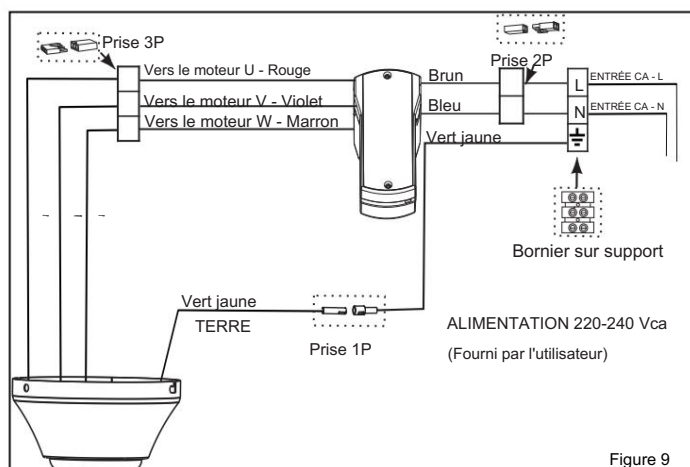

Figure 9
19. Connectez la fiche 2P du récepteur à la fiche 3P du bornier. (Figure 9)